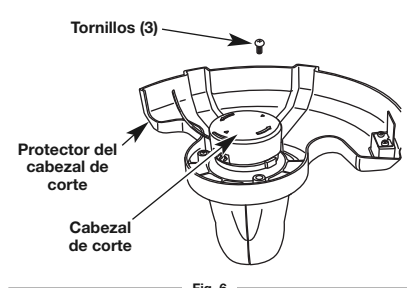

Fig. 6
1. Vire la unidad de manera que el cabezal de corte quede mirando hacia arriba (Fig. 6).
4. Instale y apriete los tornillos con un destornillador Phillips (Fig. 6).